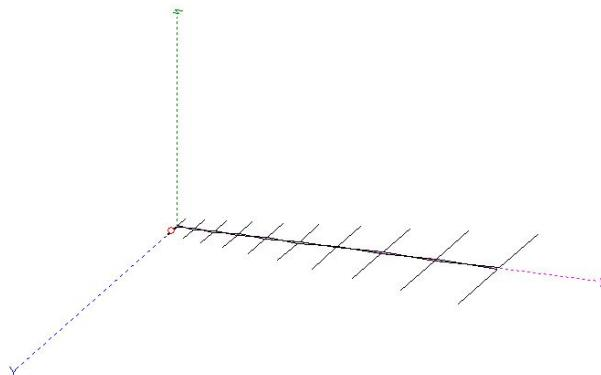

Figura 3: Geometría física de la antena logarítmica.
5. Una vez que inserte la geometría que se propone en el punto anterior, en la pestaña **Vista** al seleccionarla deberá ver la geometría física de la antena, según se muestra en la figura 3.